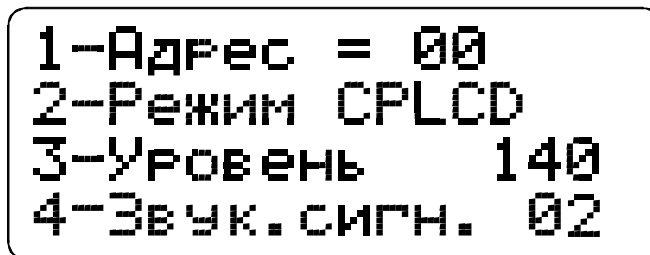

Рис.15 2-я страница подменю "Настройка"
2.2.4.3 Из меню "Состояние линии комплекса", нажимая клавишу [ # ], войдите в меню "Команды комплекса". Нажмите на клавишу [ 7 ], при этом высветится 2-я страница подменю "Настройка" (см. Рис.15) .